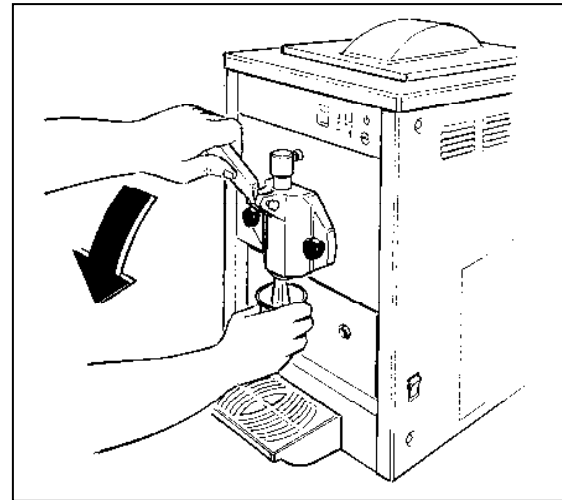

Fig. 10
- Pour distribuer le produit, placer le verre sous le robinet et tirer le levier comme sur la figure 10.